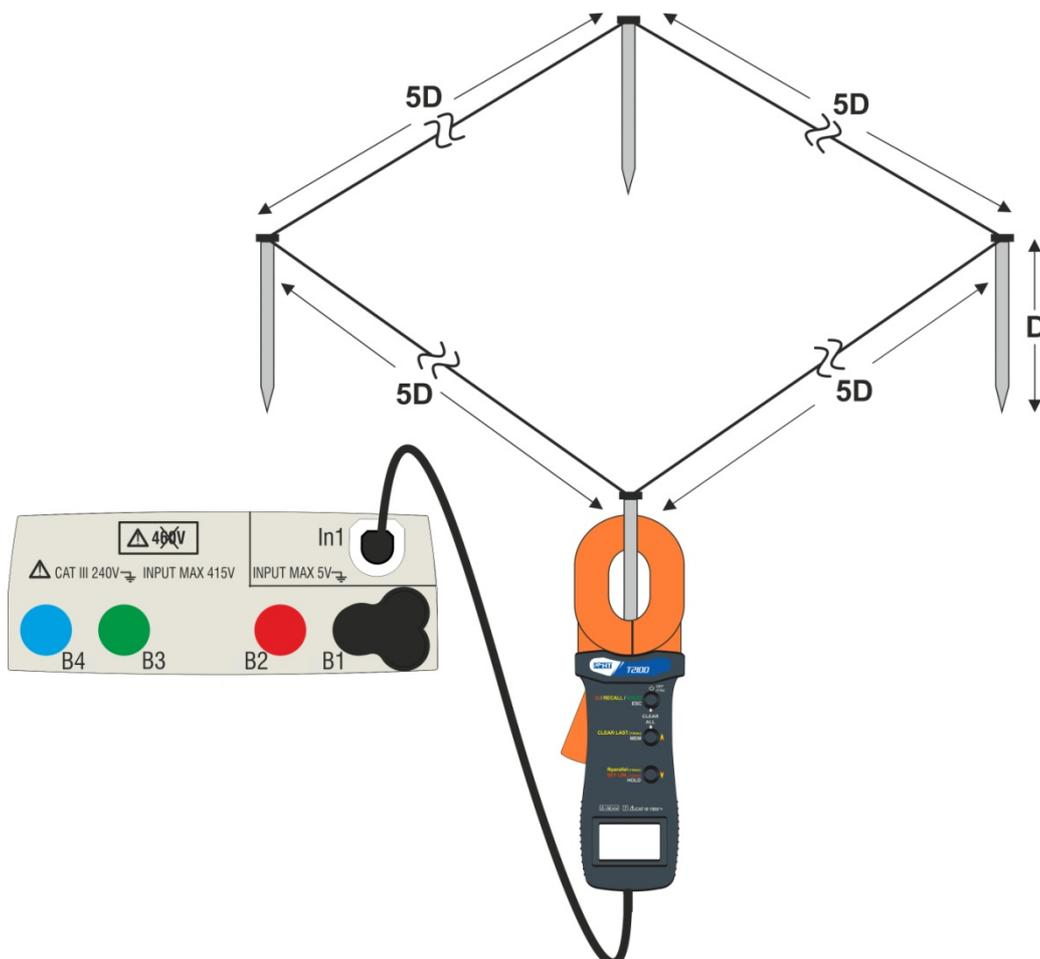

Abb. 30: Messung des Widerstandes der einzelnen Erder mit der Erdungsmesszange T2100
Die von der Stromzange T2100 ausgeführte Messung kann für die Einschätzung der Widerstände von einzelnen Erdern innerhalb einer Erdinstallation ohne Auftrennen benutzt werden, **in der Annahme, dass sie sich gegenseitig nicht beeinflussen** (siehe Abb. 30).
- Schließen Sie die Stromzange an den ersten Erdspieß der benutzten Erdinstallation, wie in der Abb. 30 angezeigt. Achten Sie auf den Widerstandswert im Feld **R** und drücken Sie das Symbol , um den Parameter **N** um eine Einheit zu erhöhen (N=1).
5. Trennen Sie die T2100 ab und schließen Sie sie an den zweiten Erdspeiß der benutzten Erdinstallation, wie in der Abb. 30 angezeigt. Achten Sie auf den Widerstandswert im Feld **R** und drücken Sie das Symbol , um den Parameter **N** um eine Einheit zu erhöhen ($N = 2$). Führen Sie dasselbe Verfahren für jeden einzelnen Erder der benutzten Erdungsinstallation aus. Wenn die Messung abgeschlossen ist, drücken Sie die **GO/STOP** Taste am Gerät. Der folgende Bildschirm erscheint im Display: